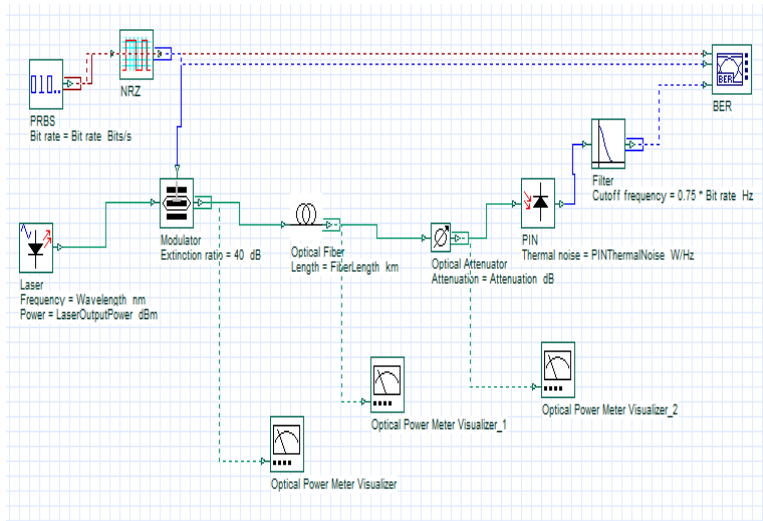

Рисунок 4.1. - Схема модели
4.2. Изучите схему модели. Модель, рисунок 4.1, состоит из: